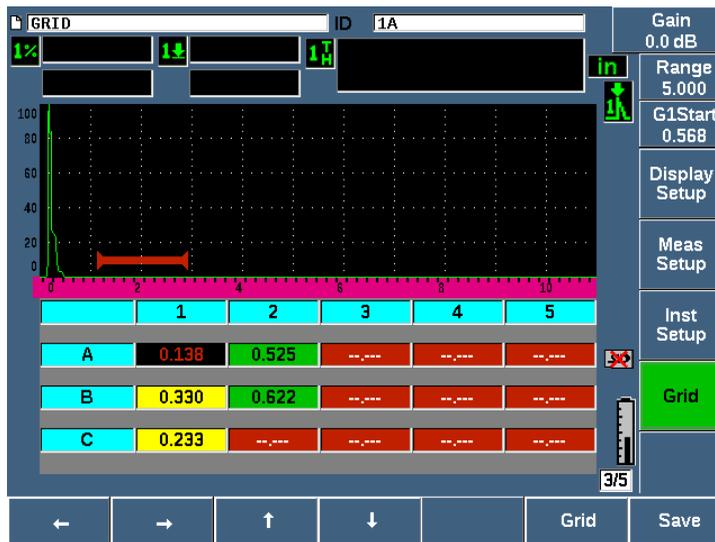

Рис. 10-25 Элементы управления сетки на текущем экране
3. Нажмите **Grid** (клавиша P3) для отображения элементов управления сетки (см. Рис. 10-25 на стр 233).